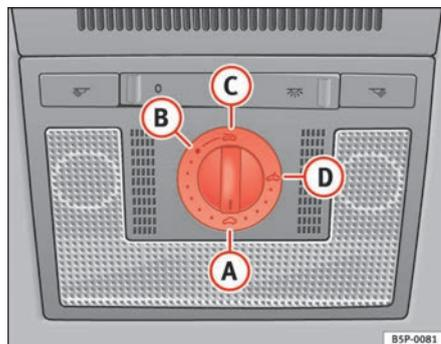

Fig. 70 Détail du revêtement du ciel de pavillon : commande rotative du toit ouvrant coulissant/relevable
- Tournez la commande rotative en position **A** ⇒ fig. 70 ⇒ ⚠.